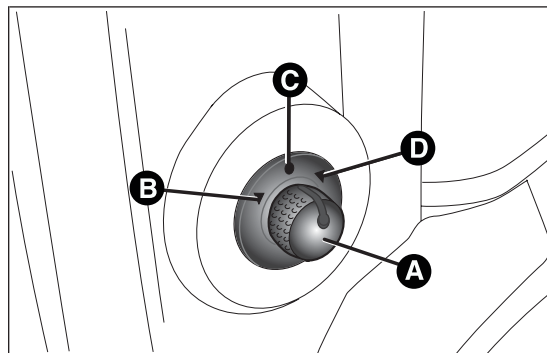

fig. 24
- ☐ seleccionar mediante el desviador A fig. 24 el espejo deseado (derecho o izquierdo);